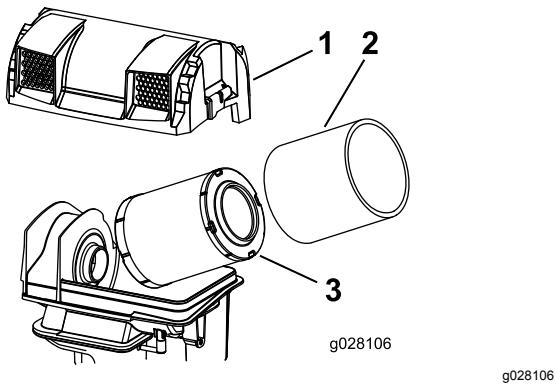

Figure 34
- 3. Sortez les éléments en mousse et en papier (Figure 34).
- 4. Sortez l'élément en mousse de l'élément en papier (Figure 34).
2. Posez les éléments filtrants sur la base du filtre à air (Figure 34).